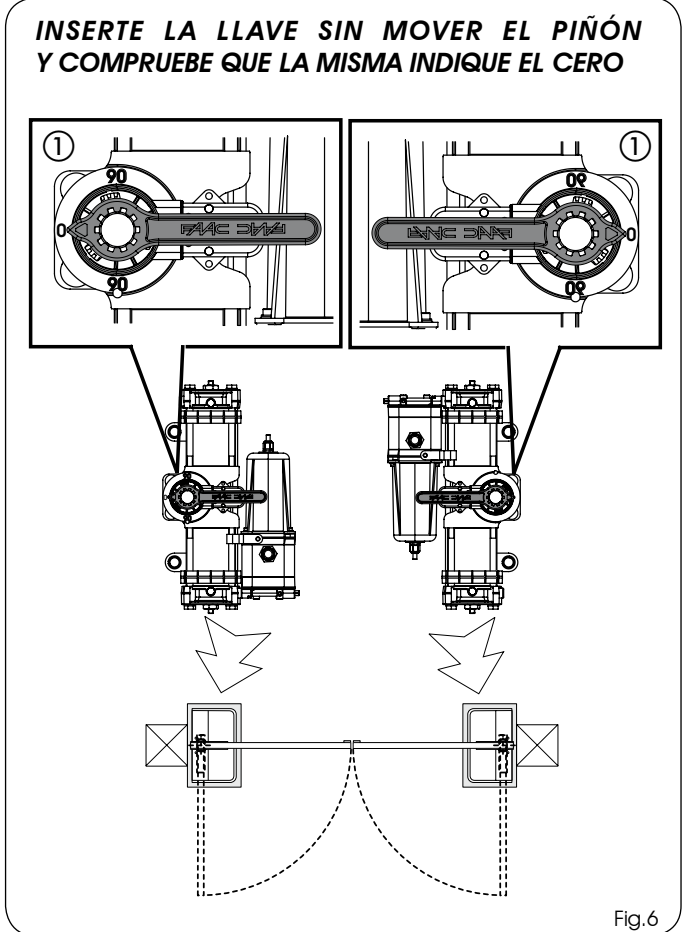

Fig.6
- 6) **Sin mover el piñón** inserte en el operador la llave suministrada en dotación, tal y como se indica en la figura 6, y compruebe que la misma indique el 0 (CERO) en el plástico del operador (Fig.6 ref.①); si procede, gire el piñón. (**IMPORTANTE PARA EL CORRECTO ACOPLAMIENTO PIÑÓN-CASQUILLO RANURADO EN FASE DE MONTAJE**).